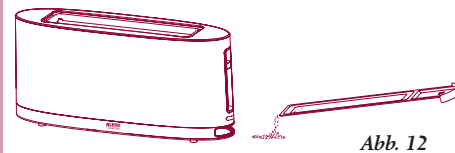

Abb. 12
- Zur Entfernung der Krümel darf der Toaster nicht umgedreht und geschüttelt werden. Beseitigen Sie die Krümel durch Herausziehen der am Geräteboden befindlichen Krümelschale (Abb. 12).